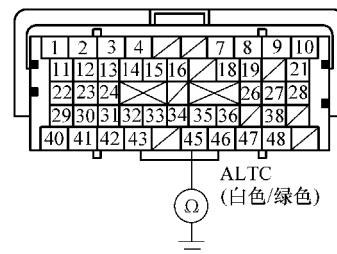

图 3-31 检查 B45 和车身搭铁之间的导通性
8) 将 SCS 线路跳接至 HDS, 然后将点火开关转至 LOCK (0) 位置。
10) 如图 3-31 所示, 检查 PCM 插接器端子 B45 和车身搭铁之间是否导通。